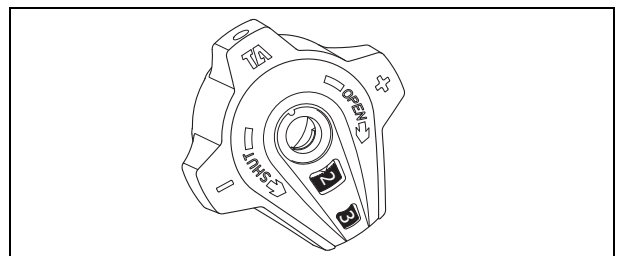

Fig. 15-26 : Vanne à la position de réglage 2,3
- B. Ouvrir la vanne à la position de réglage 2,3 ("Fig. 15-26 :").
- C. Visser la tige intérieure (3) dans le sens des aiguilles d'une montre, jusqu'en butée (clé six pans de 3 mm).
Pour vérifier la position de pré-réglage d'une vanne, commencer par fermer la vanne (position 0,0). Ensuite, ouvrir la vanne jusqu'à la butée. (position 2,3 selon "Fig. 15-26 :").